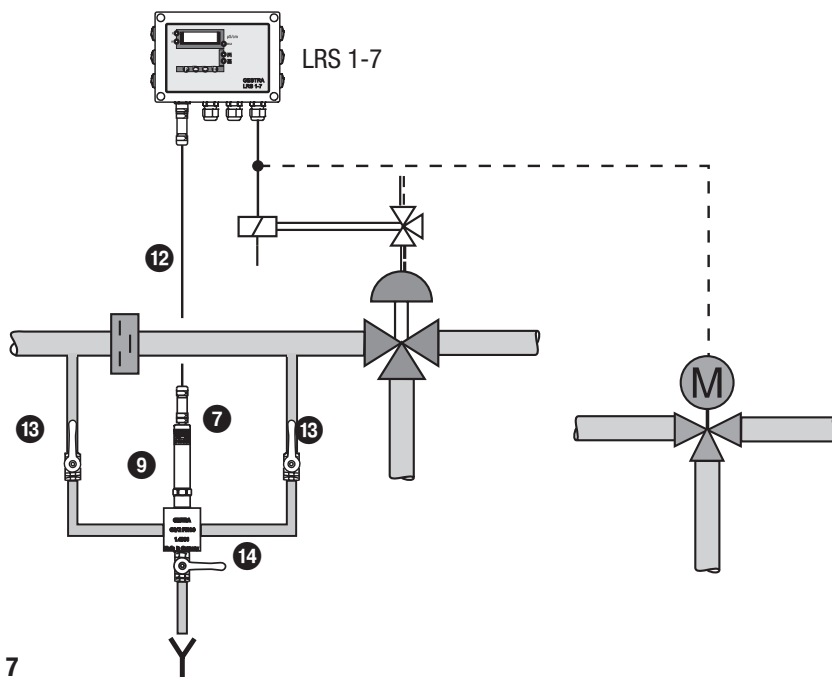

Fig. 7
- Ledningsevneelektroden installeres i et bypass, der ligger lavere end hovedledningen, så gasbobler og efterfølgende fordampning ikke når frem til elektroden. **Fig. 7**